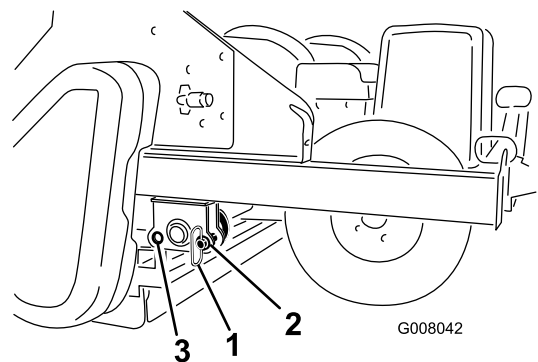

Figura 23
1. Retire los pasadores de almacenamiento de los taladros traseros (Figura 23).
2. Baje lentamente el procesador de terrones hasta que descansen sobre el rodillo trasero y los neumáticos. Instale los pasadores de almacenamiento en los taladros delanteros (Figura 23).